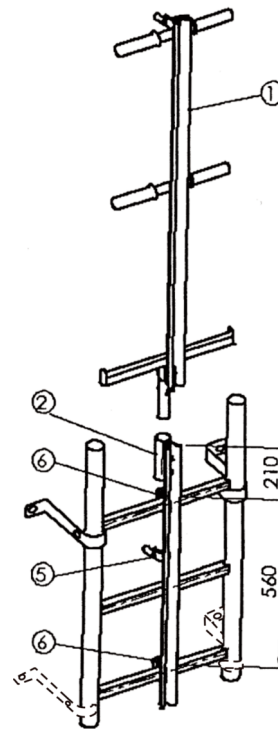
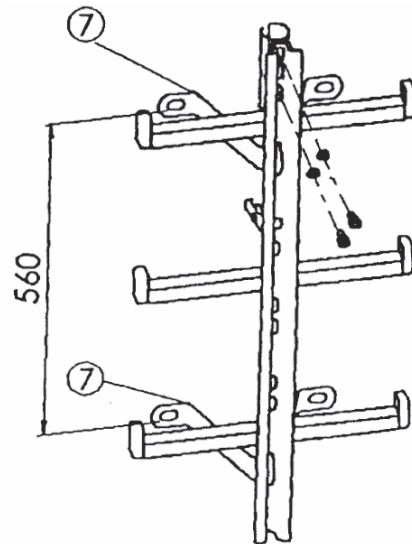
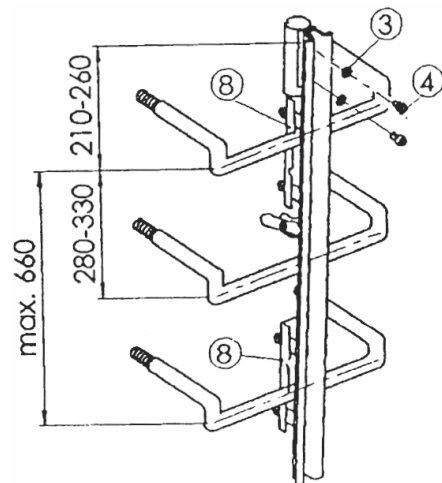

Abb. 1
Abb. 2
Abb. 3
1.5 Die einwandfreie Funktion der Einstieghilfe ist nur gewährleistet, wenn das obere Fallschutz-Schienenende im Originalzustand (ohne zu kürzen) verwendet wird. Der Überstand vom Fallschutz-Schienenende bis Mitte der obersten Sprosse (Abb. 1) bzw. bis Mitte Wandbefestigungsbügel (Abb. 2) oder Mitte Steigeisen (Abb. 3) beträgt generell 210 mm. Um die 210 mm einzuhalten, beginnen Sie deshalb mit der Fallschutzschienen-Montage von oben und kürzen die Schiene, falls erforderlich, am unteren Ende. Schnittstellen entgraten und mit Zink-Dickschichtlack HACA-Typ 0052.90 10 nachbehandeln.
4.1 Ortsfeste Leiter mit Fallschutzschiene (Abb. 1)
4.2 Einholm-Fallschutzleitern (Abb. 2)
4.3 Fallschutzschienen auf Steigeisenmitte (Abb. 3)